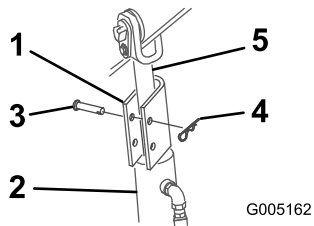

Bild 16
4. Bringen Sie über jeder Hubzylinderstange ein Zylinderschloss an (Bild 16).
5. Befestigen Sie jedes Zylinderschloss mit einem Lastösenbolzen und einem Splint (Bild 16).